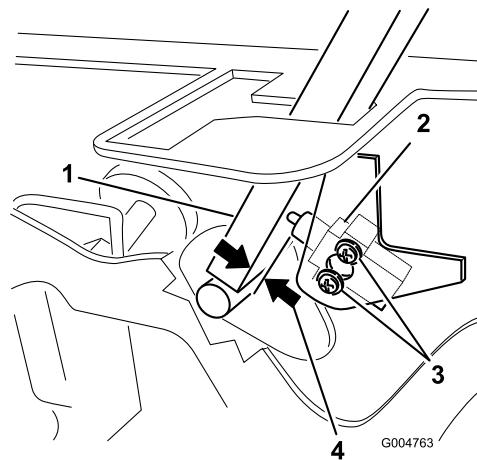

Figura 59
3. Desaperte os 2 parafusos que prendem o interruptor de segurança (Figura 59).
4. Segurando na alavanca de controlo encostada à estrutura, desloque o interruptor na direcção da alavanca até que a distância entre a alavanca e o corpo do interruptor seja 0,4 a 1 mm (Figura 59).